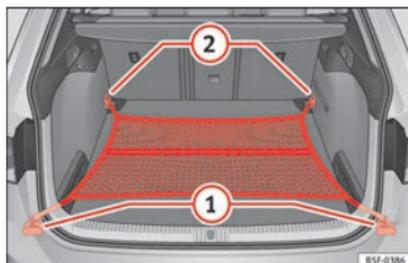

Abb. 177 Im Gepäckraum: flach eingehängtes Gepäckraumnetz (Modell LEON ST).
- Heben Sie ggf. die vorderen Verzurrösen » **Abb. 177** ② an.
- Hängen Sie die Haken in die Verzurrösen ② » **Abb. 177** ② ein. Der Reißverschluss des Gepäckraumnetzes muss dabei nach oben zeigen.
- Hängen Sie die Haken in die Verzurrösen ① ein.